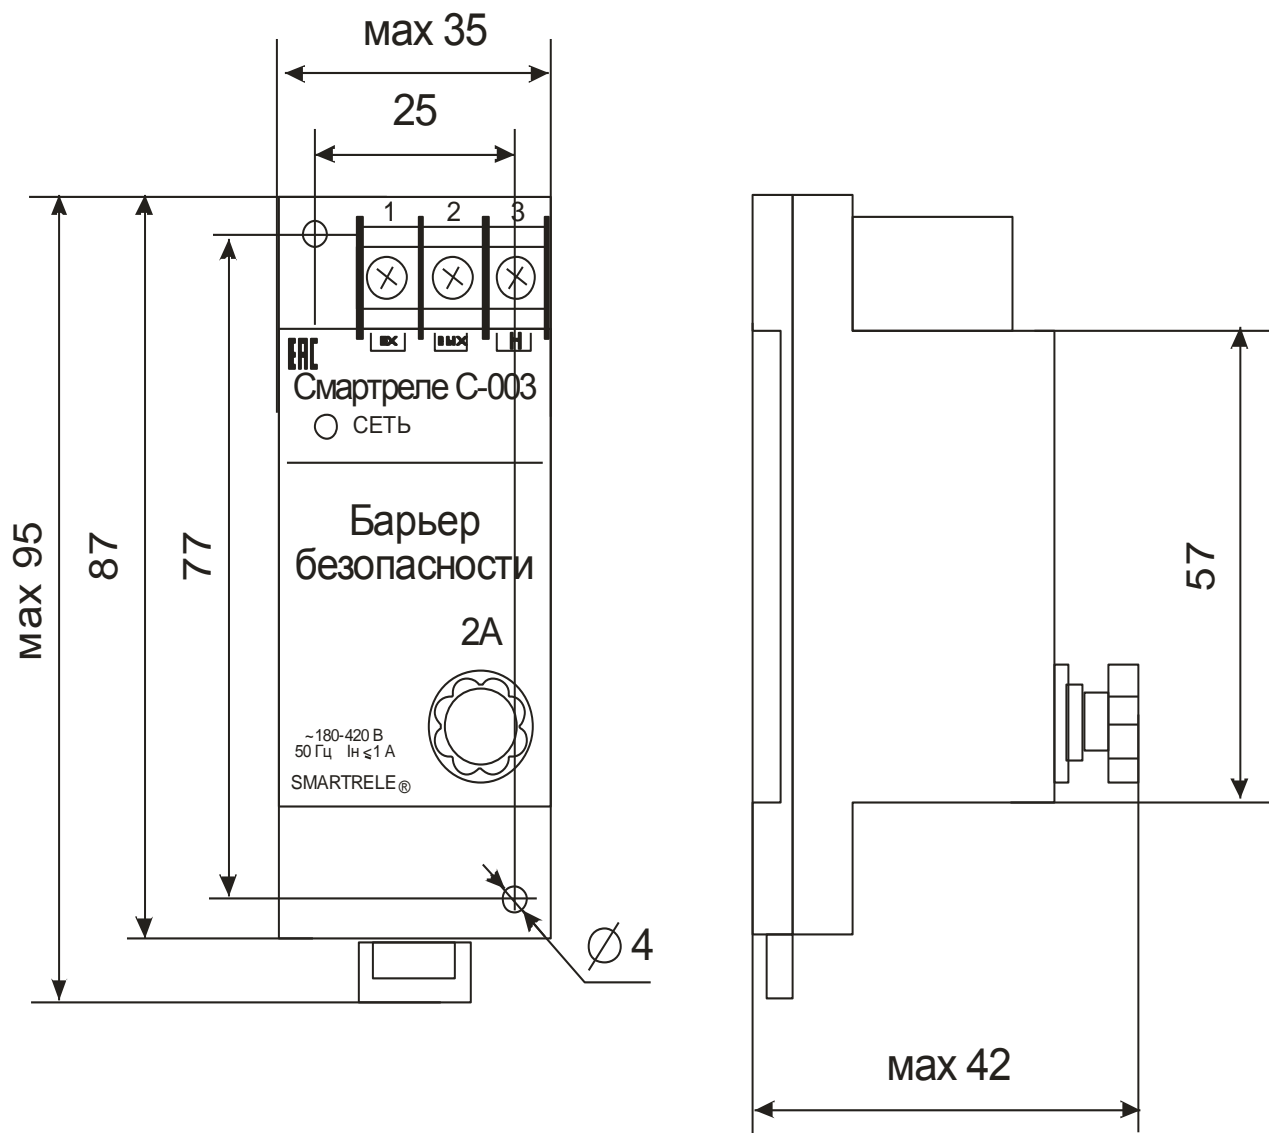

Рисунок 1 – внешний вид, габаритные и установочные размеры Смартреле С-003
- 5.1 Внешний вид, габаритные и установочные размеры барьера показаны на рис.1